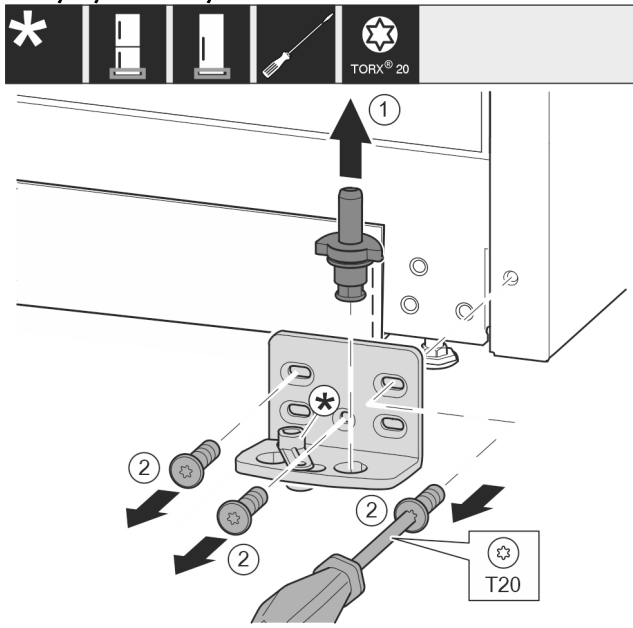

Fig. 10
- ▶ Τραβήξτε έξω ολόκληρο τον πείρο προς τα επάνω. Fig. 10 (1)
- ▶ Ξεβιδώστε τις βίδες με κατσαβίδι T20 και αφαιρέστε το στήριγμα. Fig. 10 (2)